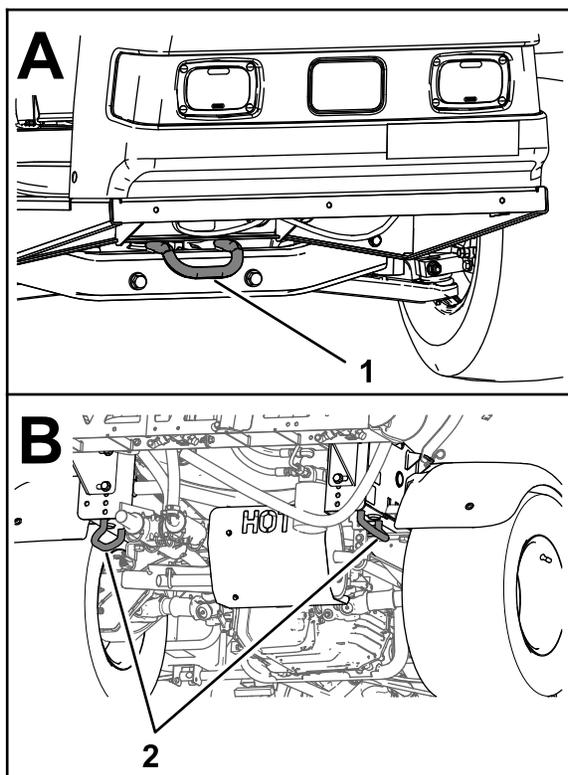

图 34
- 将机器牢固地栓系在运输车辆上; 图 34 所示为机器的栓系环位置。